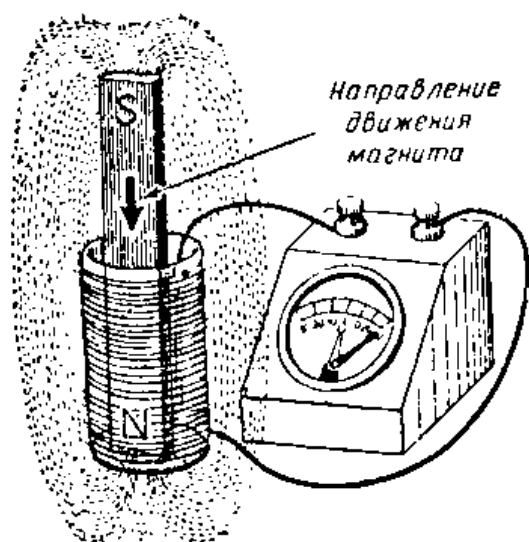

Рис. III.17
**Рис. III.17.** Гальванометр подключен к концам катушки. Возьмите в руку стержневой магнит и резко введите его внутрь проводочной катушки. При этом стрелка гальванометра отклонится в одном из направлений, а затем возвратится в нулевое положение в центре шкалы.
стрелка гальванометра не будет двигаться. Для того чтобы создать ток, необходимо вдвигать магнит в катушку или выдвигать его из нее. Этот процесс поясняется на рис. III.17 и III.18.